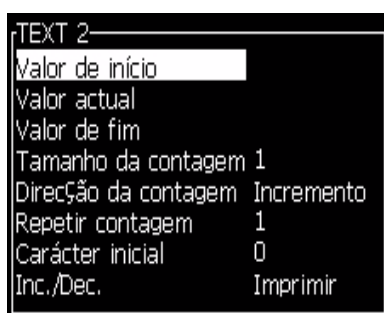

Figura 5-28: Caixa de diálogo Novo contador
- 4 Pressione a tecla *Enter* para abrir a caixa de diálogo para os contadores (veja Figura 5-28).
- 5 Defina os valores para todos os campos existentes na caixa de diálogo *Configuração do contador* (veja Figura 5-28).